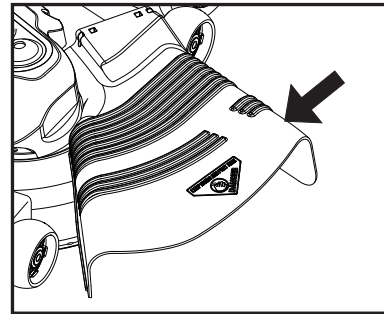

Fig. 12
**PRECAUCIÓN:** No opere la segadora sin, ya sea, el recogedor de césped completo en las segadoras así equipadas o con la protección contra la descarga en su lugar (Vea Fig. 12).